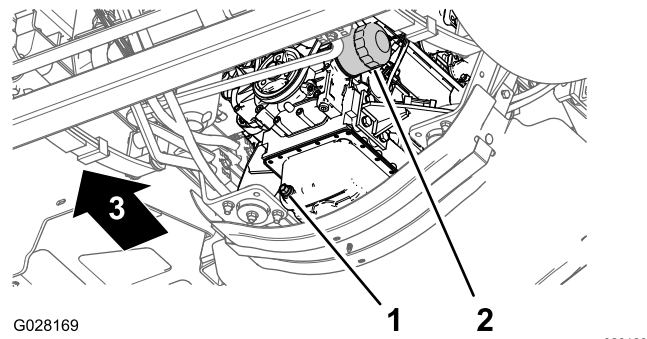

图 79
3. 在机油滤清器下放一个放油盘图 79。
4. 拆下旧机油滤芯图 79。
8. 将机油滤清器安装到滤清器安装座上顺时针旋转机油滤清器直至橡胶垫片接触到滤清器安装座然后再将滤清器拧紧 1/2 圈图 79。
1. 对齐排放塞下的排放盘图 79。
2. 拔掉排油塞 (图 79) 让机油完全排出。